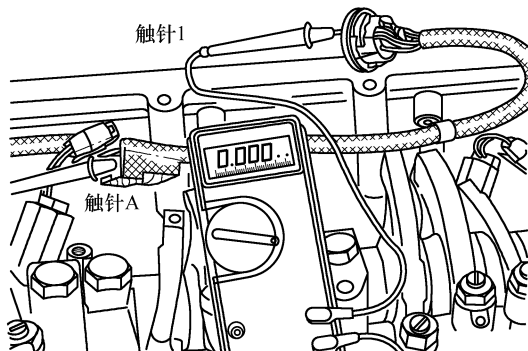

图 5-102 测量触针 A 与触针 1 之间的电阻
⑱ 以 1 号气缸为例，测量喷油器 2 针插头电源触针(A)与 15 针插头内部线束电源触针(01)之间的电阻(图 5-102)，应小于 10Ω 。如果电阻不合格，应更换执行器内部线束。